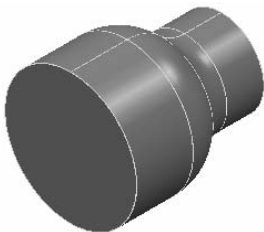

图 2-271 打开范例文件
2) 选择下拉菜单中的“文件”→“范例”命令,弹出“打开范例”对话框,选择“xuanzhuansizhou.dgk”(“随书光盘:\第2章\exercise25\uncompleted\xuanzhuansizhou.dgk”)文件,单击“打开”按钮即可,如图 2-271 所示。